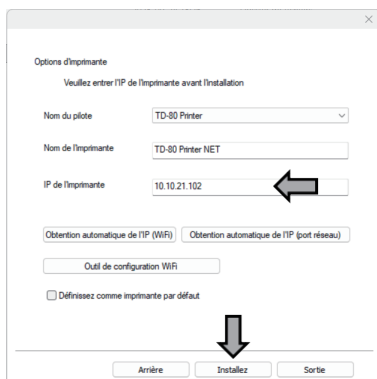
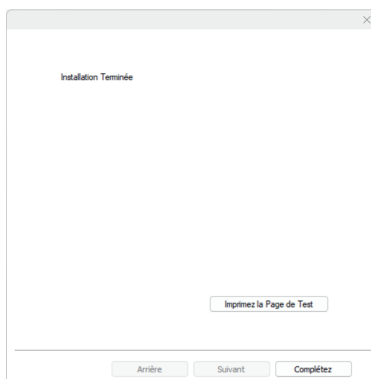

Fig.13
Fig.14
⑦ Depuis l'interface d'installation réseau, sélectionnez « Obtention automatique de l'IP (port réseau) ». Une fois l'adresse IP obtenue avec succès, cliquez sur « Installer » pour continuer (voir Figure 13), et attendez que l'installation du pilote soit terminée (voir Figure 14).